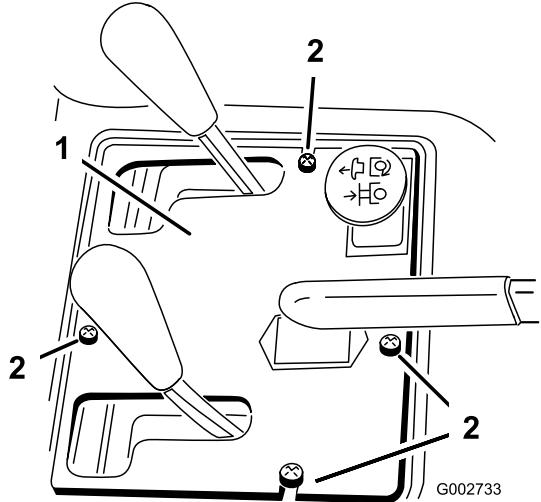

Figura 36
2. Retire os quatro parafusos que fixam o painel de controlo à estrutura (Figura 36).